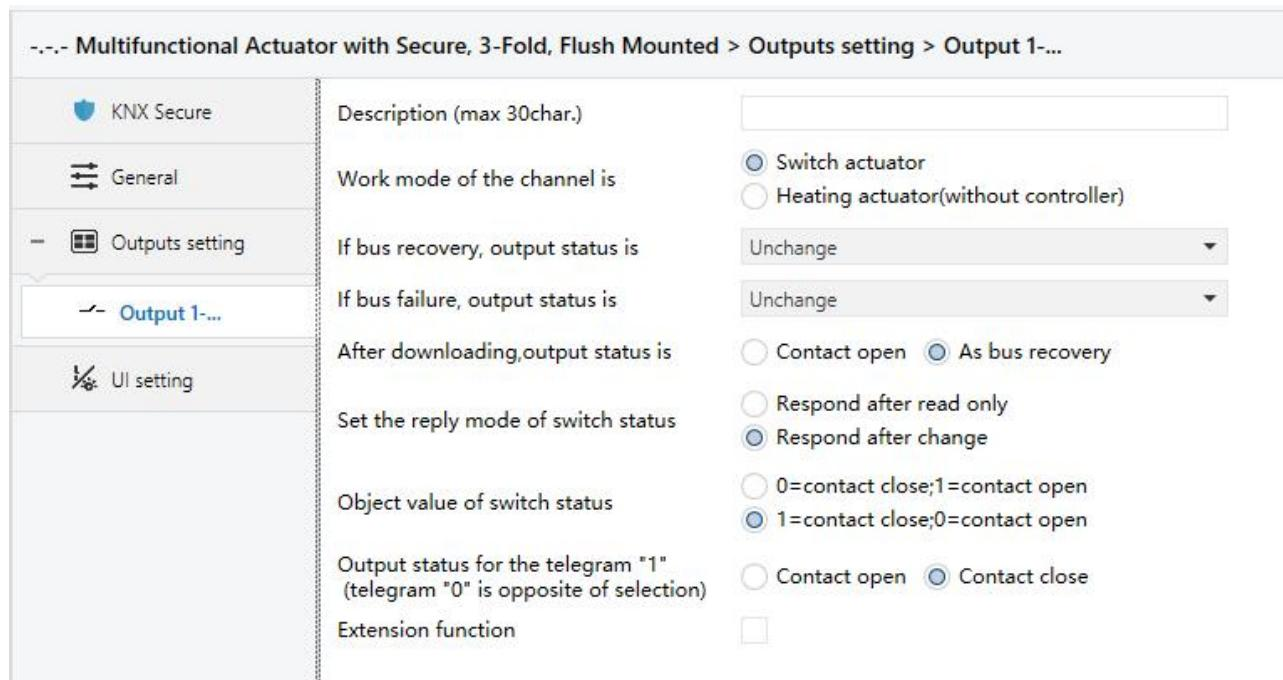
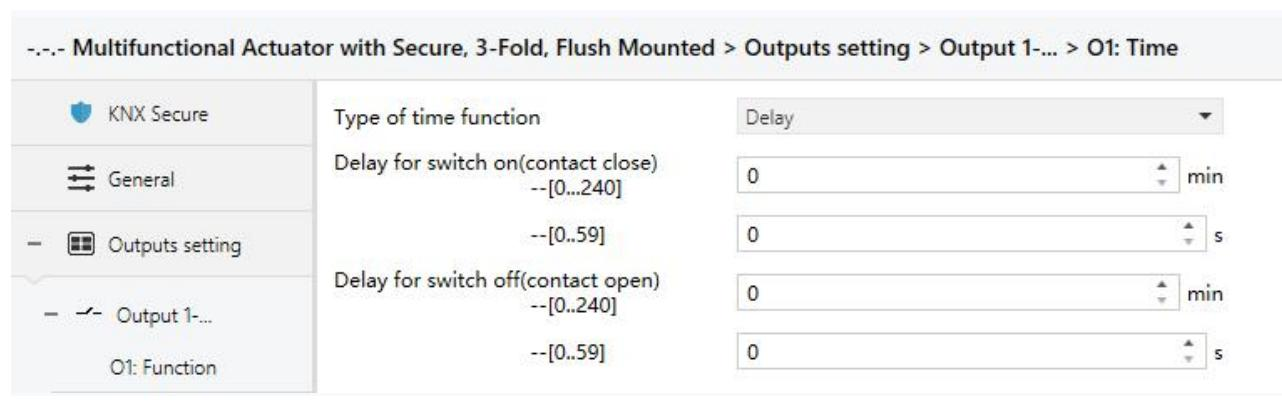

图 4.4.1(1) 参数设置界面 “Output X Switch”
图 4.4.2 参数设置界面“Output X: Time - Delay”
“Output X Switch”参数设置界面如图 4.4.1 (1) 所示。该界面的设置作用于继电器的整个通道，除了设置常用的开关功能，还可设置系统上电和开关状态的报告等。
该参数是启用该通道特殊功能的总开关，选择使能时参数设置界面“Output X: Function”将出现，在这个界面通道的所有特殊功能可单独进行使能或不使能,如图 4.4.1(2)所示。
该界面在图 4.4.1(2)“Output X: Function”中的参数“Function of “Time””选择使能时可见，如图 4.4.2 所示，同时对象“Enable time function”可见，用于禁止时间功能，禁用时间功能之后，清除当前时间功能计时，停止运行，忽略掉延时后的执行动作。